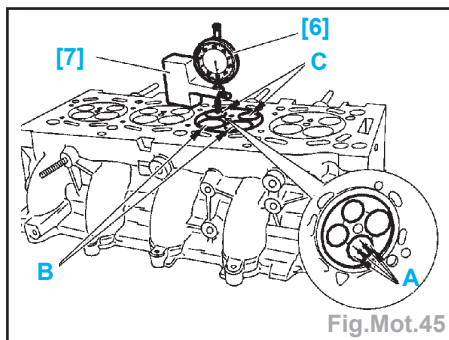

Fig.Mot.45
- Contrôler le retrait des soupapes par rapport au plan de joint de culasse (point de contrôle (A)) (Fig.Mot.45) :
- (B) soupape d'admission = **0,05 mm**,
- (C) soupape d'échappement = **0,05 mm**.